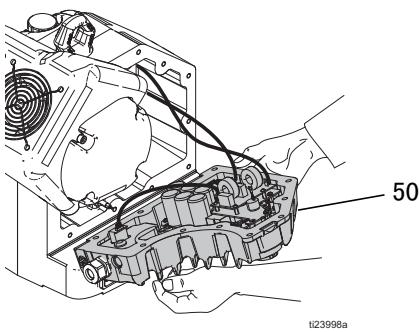

图 21：倾斜电气盖
4. 小心倾斜电气盖（50）。参见图 21（第 16 页）。